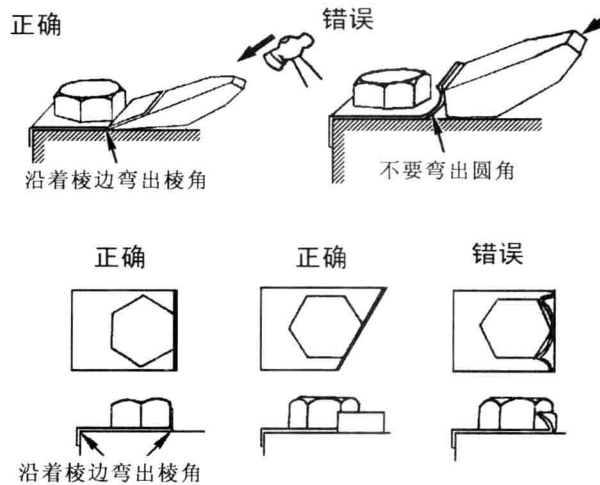

图 1-9 锁紧片的锁紧
1) 锁紧片。锁紧片的锁紧如图 1-9 所示。注意: 锁紧片不要重复使用, 不能在同一个地方弯曲两次。